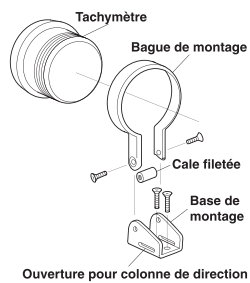

Figure 1
3. Utilisez la cale et les boulons fournis. Installez le tachymètre et la bague de montage sur la base de montage (VOIR LA FIGURE 1).